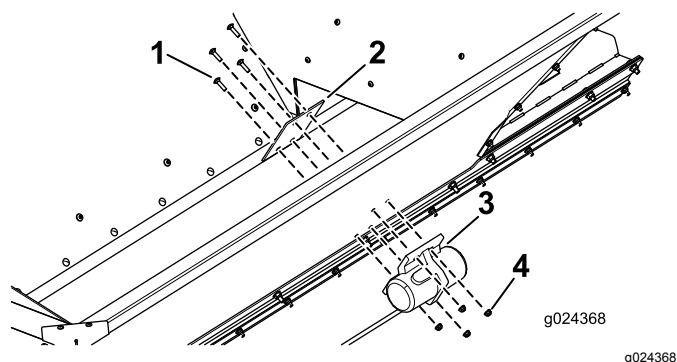

Figura 7
2. Prenda a placa de montagem e o vibrador no dispositivo de recolha com quatro parafusos de carroçaria e quatro porcas como se mostra na Figura 7.